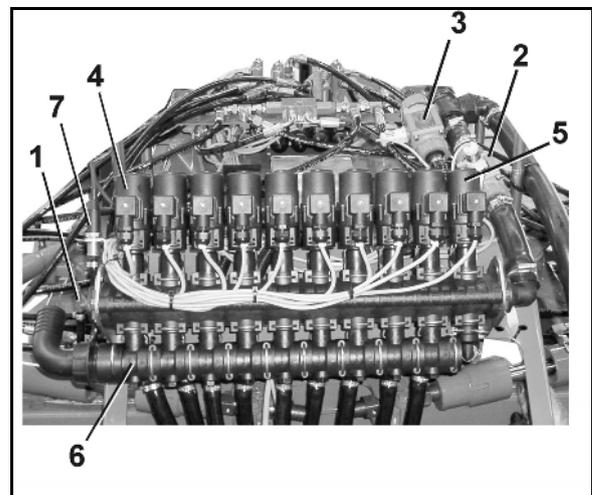

Fig. 100
Los estribos del seguro de transporte sirven para bloquear el varillaje de pulverización plegado en la posición de transporte y evitar que se despliegue involuntariamente. (3) Bastidor en paralelogramo para el ajuste de la altura del varillaje de pulverización. | <ul style="list-style-type: none"> (4) Tubo de protección de toberas (5) Distanciador. (6) Seguro de la extensión exterior, véase en la página 111 (7) Compensación de oscilaciones, véase en la página 114 (8) Válvula y llave de conmutación para el sistema DUS (9) Grifería del varillaje, véase la Fig. 100 (10) Dispositivo de lavado exterior |